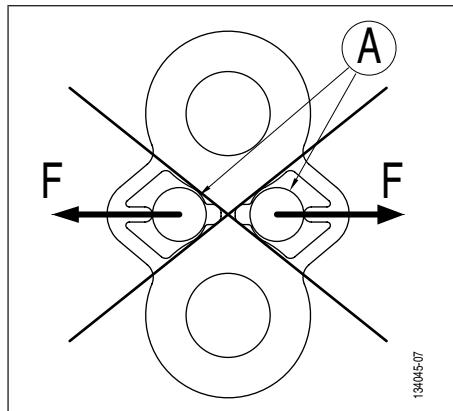

Fig. 5
PELIGRO: Está terminantemente prohibido enganchar los ejes de grillete en los brazos de retención (Fig. 5, página 38).
2. Verificar que la placa de prueba de rotura TA está amarrada correctamente (*Fig. 2, página 37* y *Fig. 5, página 38*).